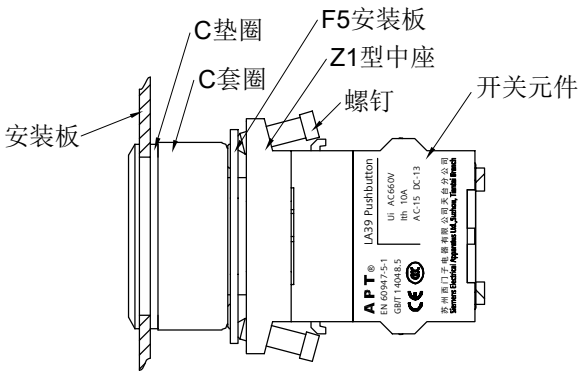

图2
a. 安装板厚≤1.5mm时，C1-Y(S)型号装配图2所示2个C垫圈；